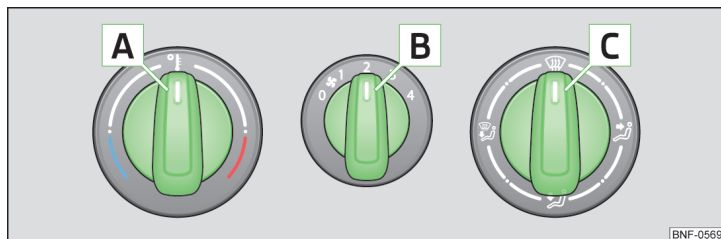
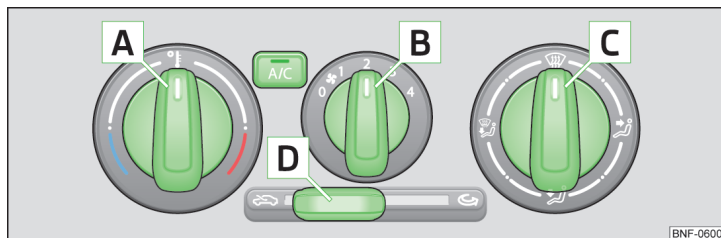

Fig. 74 Elemente de operare a încălzirii
Fig. 75 Elementele de operare a sistemului de aer condiționat
Funcțiile elementelor de operare individuale » fig. 74 și » fig. 75
- > Pentru **pornirea** recirculării aerului deplasați cursorul **D** n poziția » fig. 75 la pagina 72.